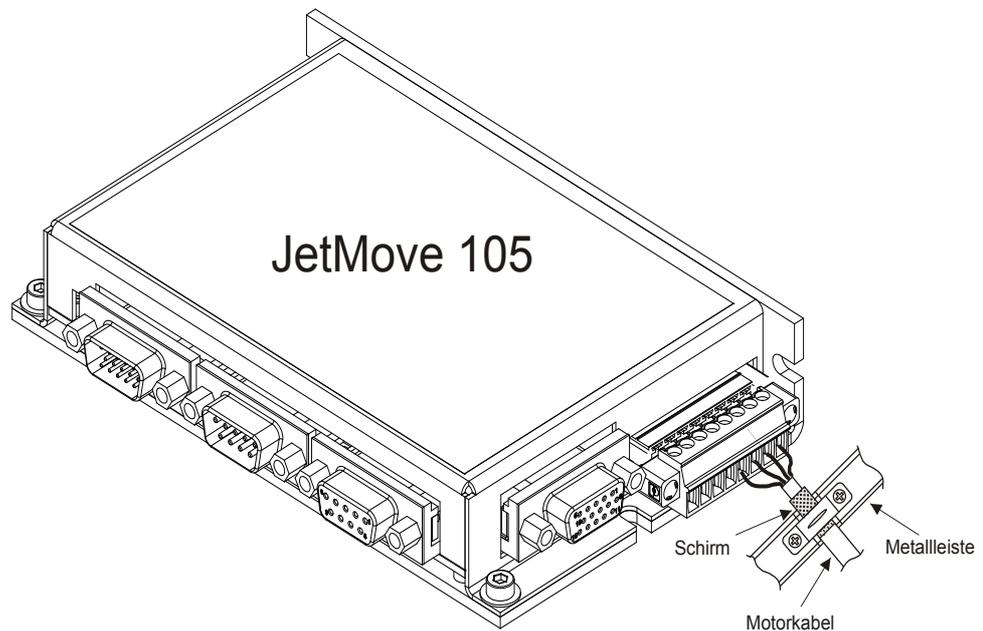

Abb. 2: EMV-konformer Schirmanschluss bei Schraubklemmen
- Der Schirm und die Zulentlastung muss niederohmig und großflächig mit einer geerdeten Fläche verbunden sein. Die Erdung muss dabei so erfolgen, dass das ungeschirmte Stück der Leitung möglichst kurz gehalten wird (siehe Abb. 2).
- Motorleitungen anschließen nach Abb. 2, Seite 18.